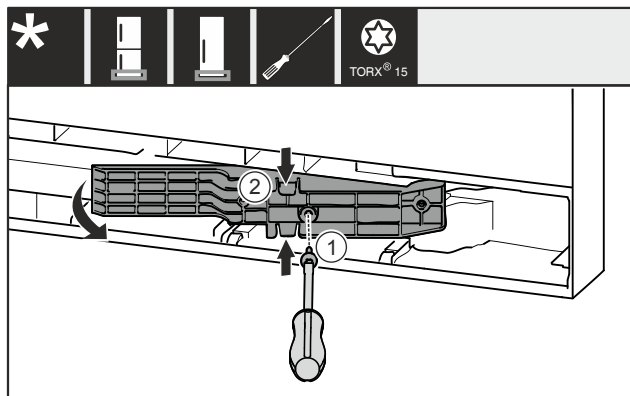

Fig. 19 *
- ▶ Odstraňte šroub Fig. 19 (1)*
- ▶ Adaptér Fig. 19 (2) nahore a dole mírně stlačte k sobě a vytáhněte.*